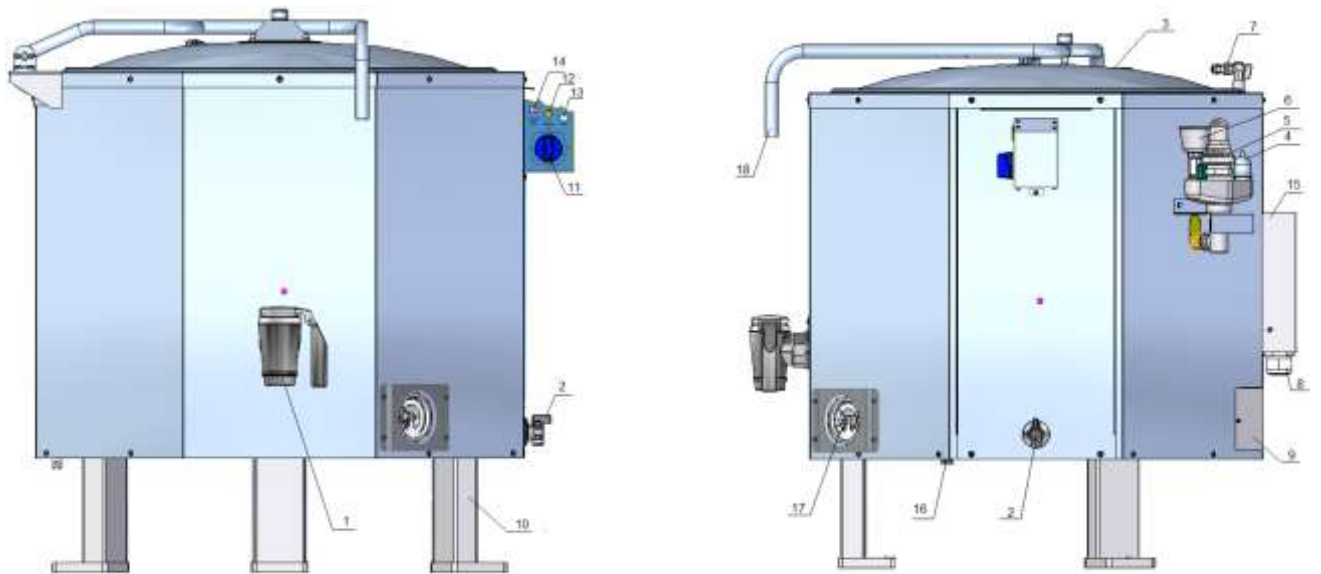

Рис.2
- открыть кран заливной воронки (рис. 2 поз. 6)
- открыть кран уровня (рис. 2 поз. 2).;
- установить переключатель включения котла в положение «1» (рис. 2 поз. 11). Визуально проконтролировать загорание светосигнальной арматуры «Сухой ход» (рис. 2 поз. 13.);
- установить переключатель в положение «0» (рис. 2 поз. 11);
- установить переключатель включения котла в положение «1» (рис. 2 поз. 11);